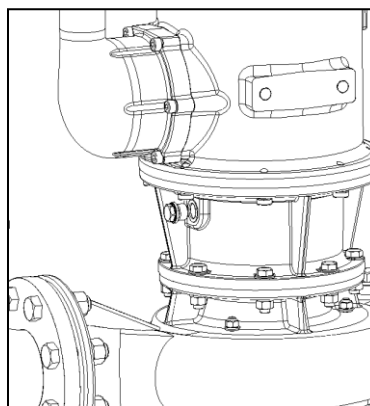

Abbildung 11
4. Verschlusschraube einschrauben (34Nm) und mit einem geeignetem Dichtmittel abdichten (Abbildung 11)